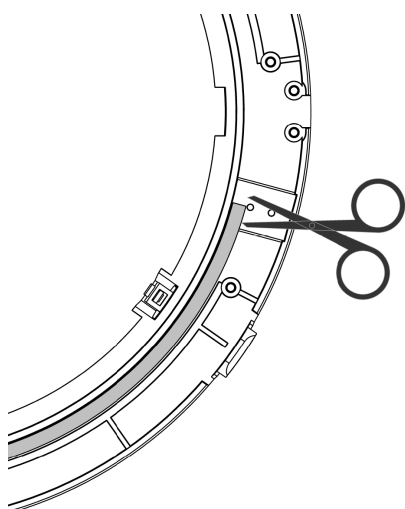
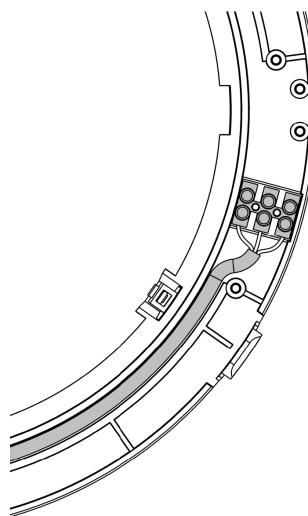

Abbildung 33 - Abschneiden des internen Kabels
Abbildung 34 - Internes Kabel in Klemmleiste 2 montiert
4. Das interne Kabel entsprechend der neuen Platzierung von Klemmleiste 2 kürzen und montieren, siehe Abbildung 33 und Abbildung 34 unten.